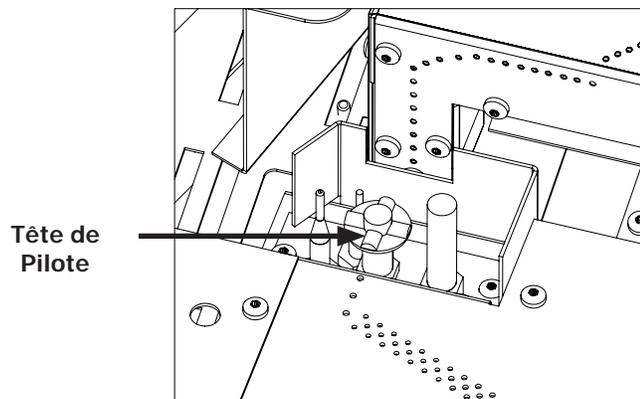

Figure 14: Orientation du Pilote
5. Remonter en tête pilote orientation correcte (voir la Figure 14). Veillez à ne pas trop serrer, pilote si la tête n'atteint pas la bonne orientation dans la confortable position, puis contactez votre revendeur Enviro.